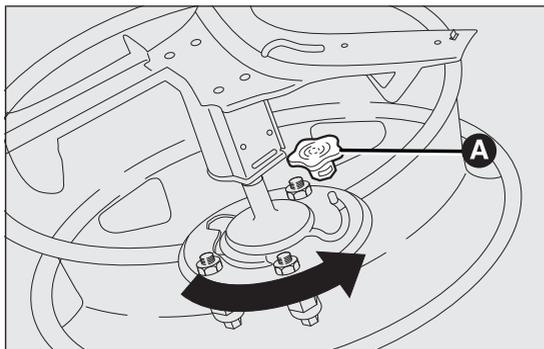

fig. 126
- fissare il supporto dentato sulla ruota forata mediante le 2 viti (inserire il supporto dall'esterno ruota). Riagganciare il cavo metallico di trattenimento nell'apposita sede e reinserire il cappuccio di protezione A fig. 126;